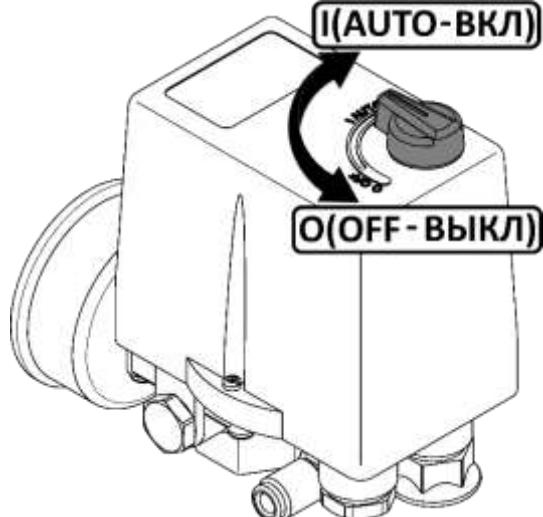

Рисунок 3
- Проверьте, чтобы выключатель на прессостате находился в выключенном положении "OFF" (см. рисунок 3).
1 Выключить компрессор выключателем на прессостате. Для этого необходимо переключить выключатель в положение "OFF" или "O", в зависимости от исполнения (см. рисунок 3). После этого остановится электродвигатель и произойдет сброс давления из нагнетательного воздухопровода и поршневого блока.